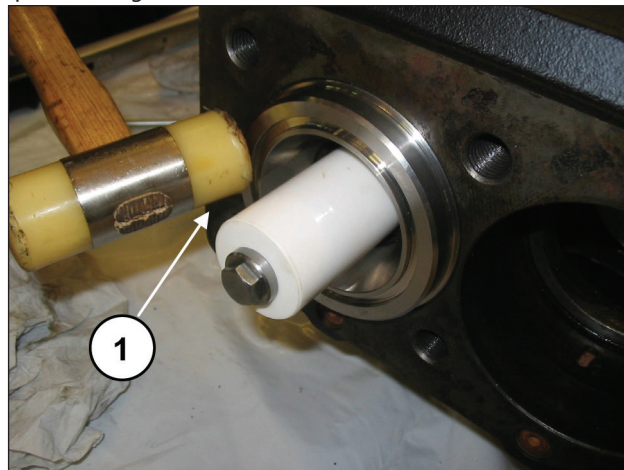
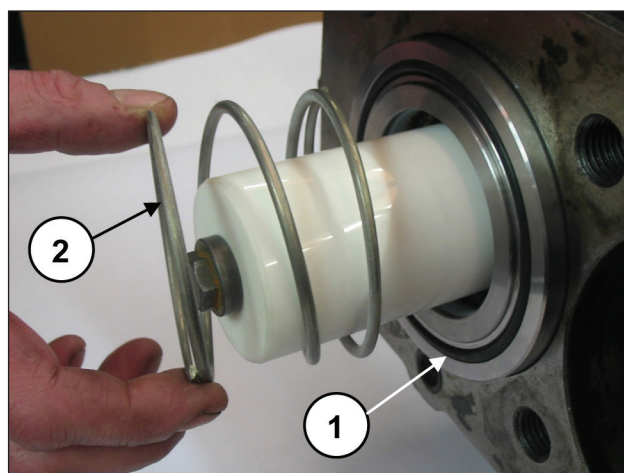

Fig. 186
Fig. 187
Comprobar que el bloque camisa-soporte esté colocado correctamente haciendo tope en el fondo (pos. ①, Fig. 186); ahora, montar la junta tórica frontal de la camisa y el muelle (pos. ①②, Fig. 187).